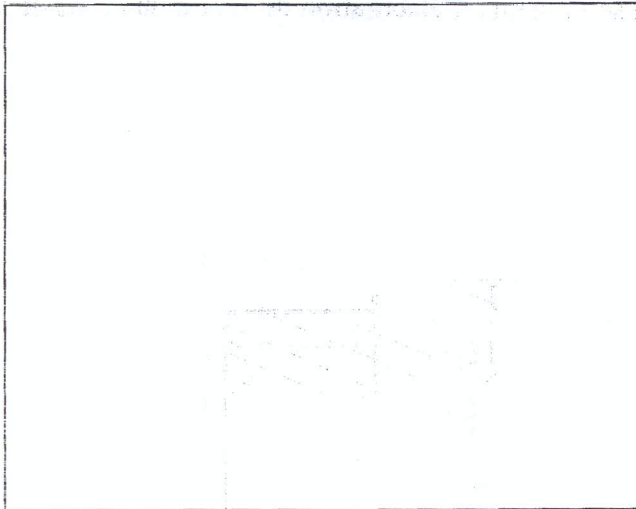
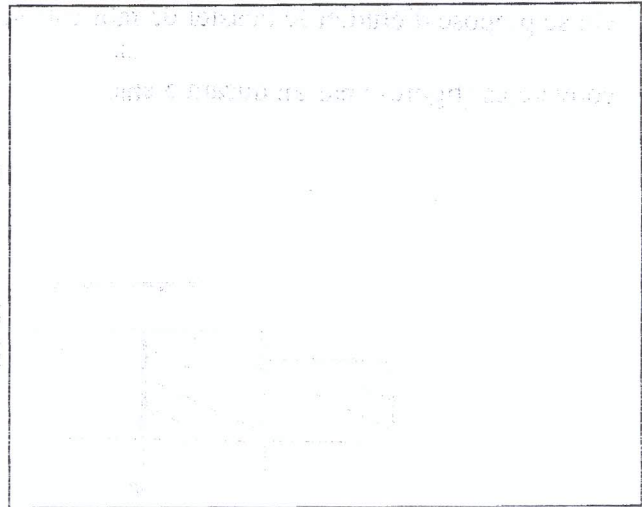

Figure 2: La forme de la pièce brute
Figure 3: La forme du modèle
- 6) En tenant compte de la question (4), dessiner à main levée la forme de la pièce brute Figure 2 et la forme du modèle Figure 3